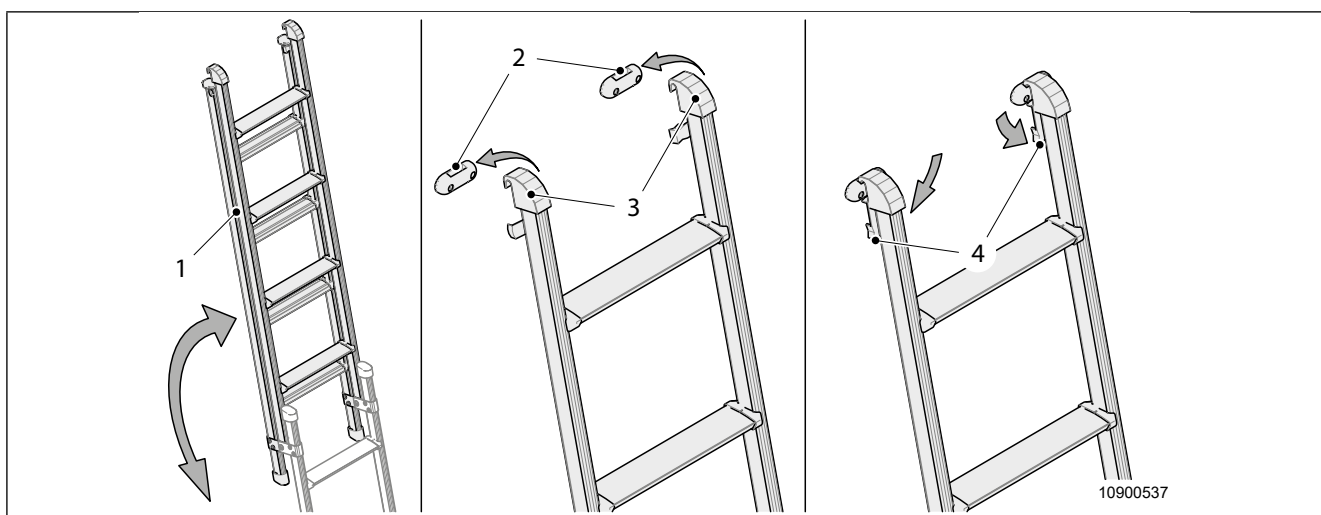

Bild 36 Haka fast stegen
1. Fäll ut stegen (Bild 36, pos. 1) helt.
2. Haka fast stegen i steghållaren (Bild 36, pos. 2 och 3) på takramen och stäng spärrarna (Bild 36, pos. 4).